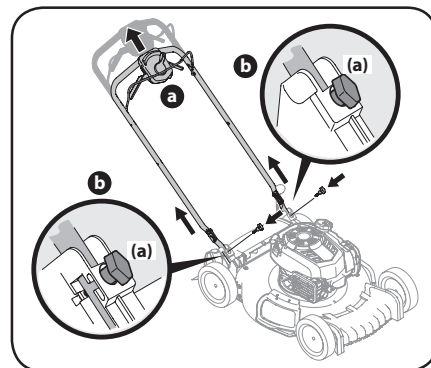

Figura 2-4
- a. Tire hacia arriba en la manija hasta que los orificios de la manija inferior (mostrados en la vista en corte) se alineen con los orificios de la ménsula de la manija. Consulte la Figura 2-4.
- b. Inserte los pernos T (a), quitados en el paso 4, a través de la ménsula de la manija y la manija inferior, y ajuste bien para asegurar la manija en el lugar. Vea la Figura 2-4.